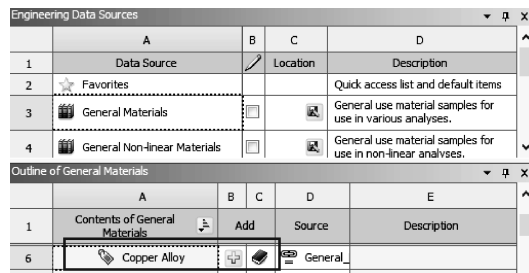

图 10-10 创建材料
(1) 编辑工程数据单元：右键单击【Engineering Data】→【Edit】。
(2) 在工程数据属性中增加材料：在 Workbench 的工具栏中单击  工程材料源库，此时的主界面显示【Engineering Data Sources】和【Outline of Favorites】。选择 A3 栏【General materials】，从【Outline of General materials】里查找铜合金【Copper Alloy】材料，然后单击【Outline of General Material】表中的添加按钮 ，此时在 C6 栏中显示标示 ，表明材料添加成功，如图 10-10 所示。